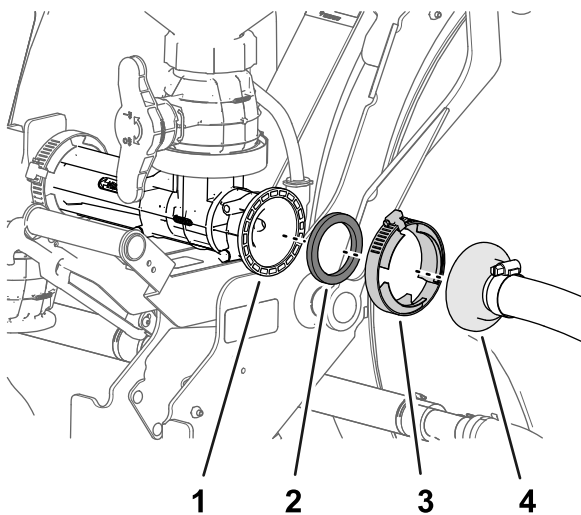

Figura 31
1. Conecte provisionalmente el acoplamiento dentado recto de la manguera de alimentación del eyector a la brida del eyector con una junta y una brida de fijación (Figura 31).